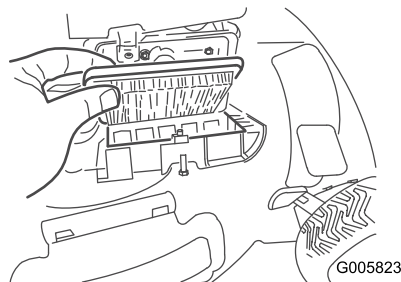

図 21
1. エアフィルタのカバーを開けるときはねじ回しを使用する 図 21。